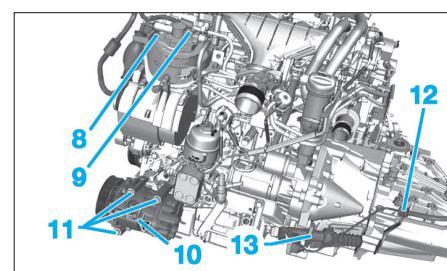

Fig. 68
- Désaccoupler, obturer et écarter les durits de carburant (8) et (9) (**Fig.68**).
- Déconnecter le connecteur (10) du compresseur de climatisation.
- Déposer le compresseur de climatisation (11).
- Dégrafez la canalisation hydraulique (12) du récepteur d'embrayage.
- Déposer et écarter le récepteur hydraulique (13).